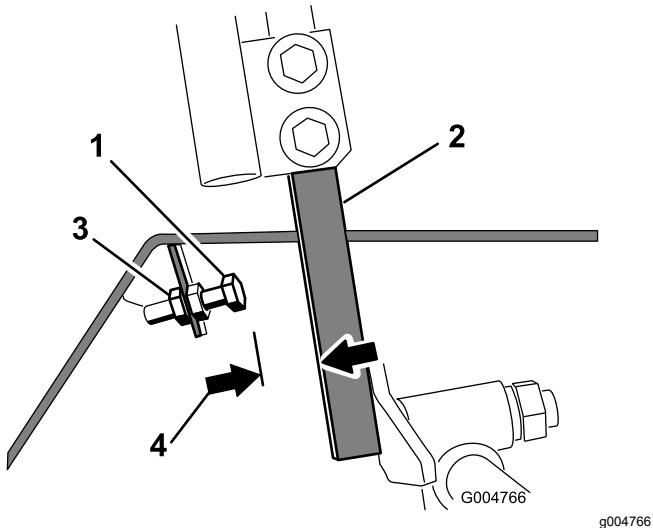

Figura 52
4. Afloje la contratuerca del perno de tope de una palanca de control (Figura 52).